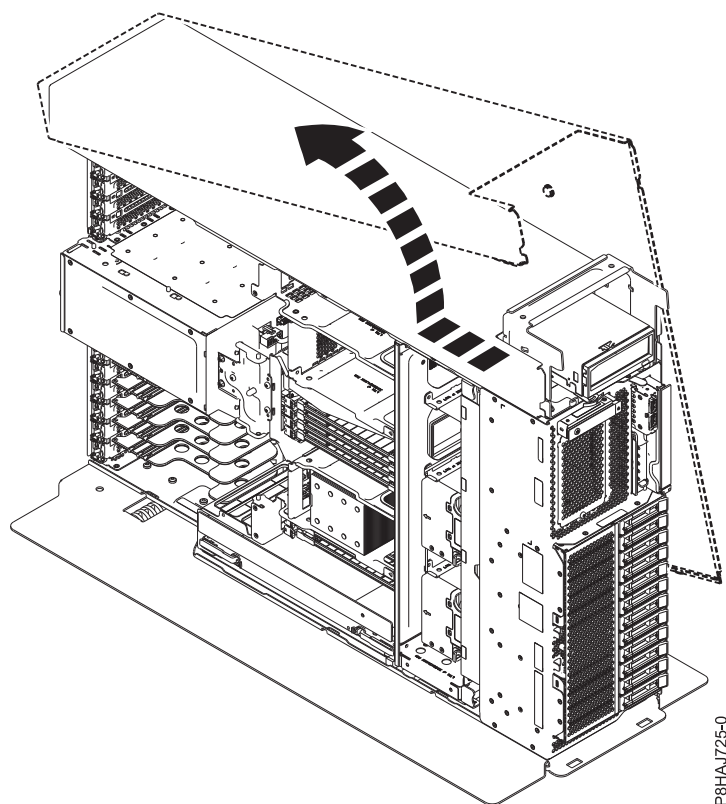

Figure 29. Retrait du capot latéral du système 8286-41A
5. Séparez le capot latéral du système en le faisant coulisser dans la direction indiquée figure 29.